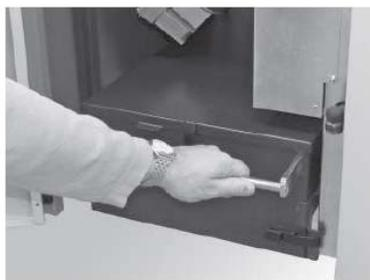

Fig. 117 Estrarre la maniglia
- Estrarre la maniglia del cassetto raccoglicenere fino a quando scatta in posizione in modo da chiudere le aperture laterali presenti sul cassetto (Fig. 117).